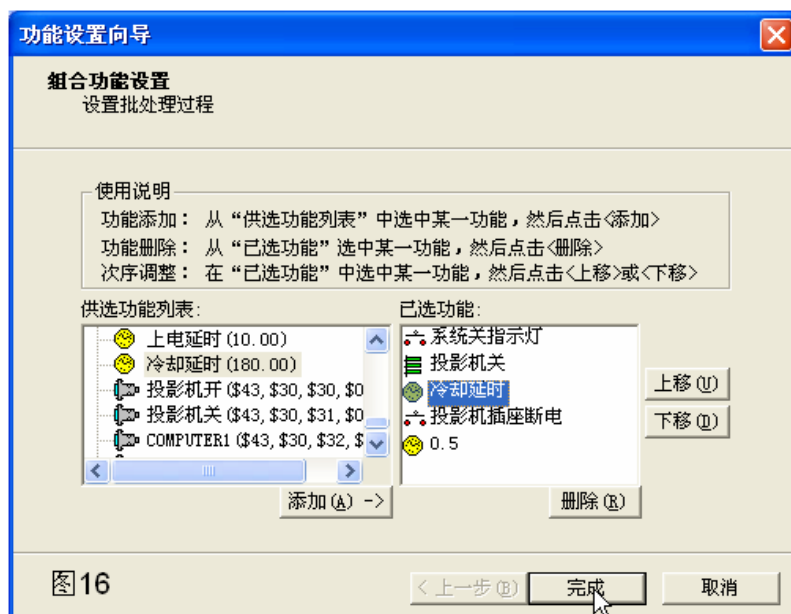

图 16
- 8) 如此反复 13-14 操作，修改“系统关闭”功能，注意“系统关闭”的修改要把“冷却延时”移动到“投影机插座断电”之前的位置。如图 16